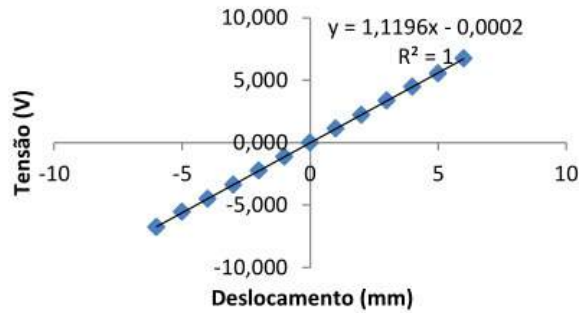

Figura 5
6. Determinou-se a característica de um LVDT, tendo-se obtido os resultados da figura 5.